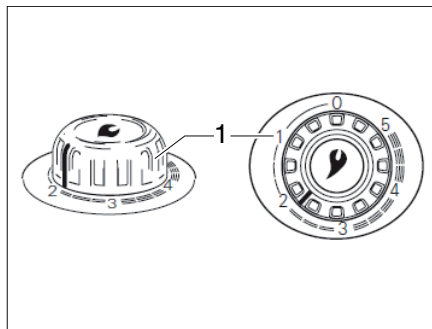

Fig. 103 Regulador giratorio en la calefacción de aire caliente
- Ajustar el regulador giratorio en la calefacción (Fig. 103,1) al valor deseado y bajar hasta el tope.
- Situar el regulador giratorio de la calefacción (Fig. 103,1) en "0". El dispositivo automático de encendido se desconecta al mismo tiempo.
- ▷ Puede obtenerse información adicional en las instrucciones de uso independientes "Truma S 3004 (P) / S 5004".